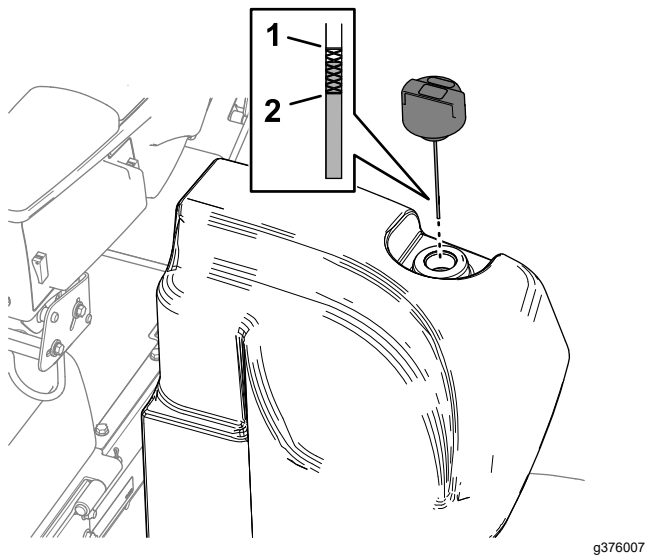

Figura 147
2. Limpie la zona alrededor del cuello de llenado y el tapón del depósito hidráulico (Figura 147).